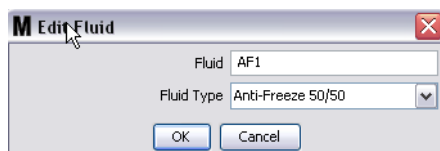

Рис. 70
7. Нажмите кнопку «Modify» [Изменить], чтобы появилось окно «Edit Fluid» [Изменить жидкость] (Рис. 70). После внесения изменений нажмите кнопку «OK» [OK], чтобы закрыть окно и сохранить.